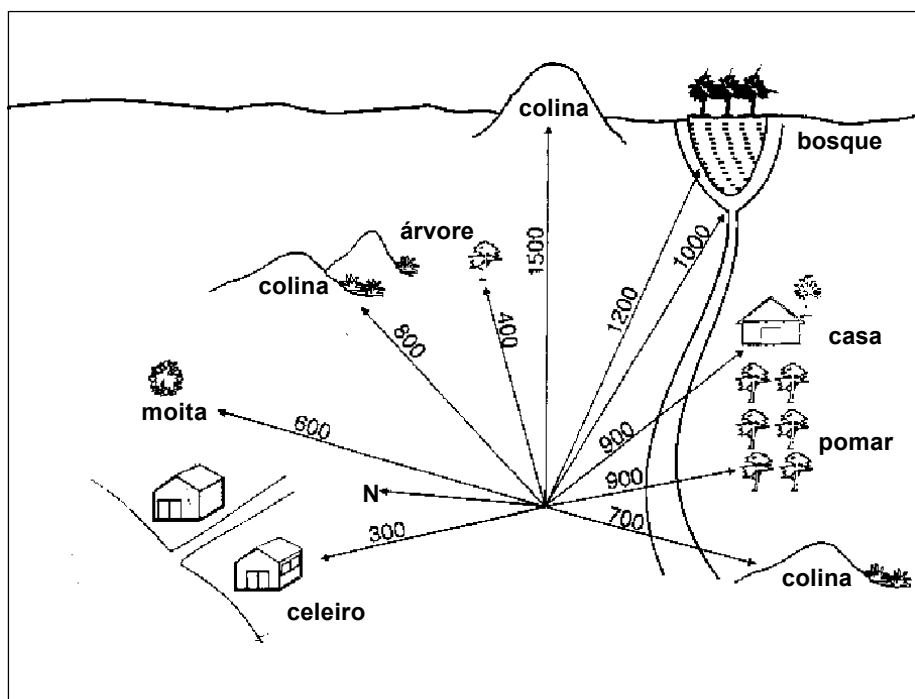

Fig 6-4. Cartão de Alcance
(1) O CP é o responsável pela segurança de um setor de tiro na segurança imediata da posição de bateria. Deve também, estar preparado para atirar em todos os outros setores.
(2) Durante o reconhecimento da posição, ou imediatamente após a sua ocupação, o CP deve:
- (c) preparar um cartão de alcances (Fig 6-4);